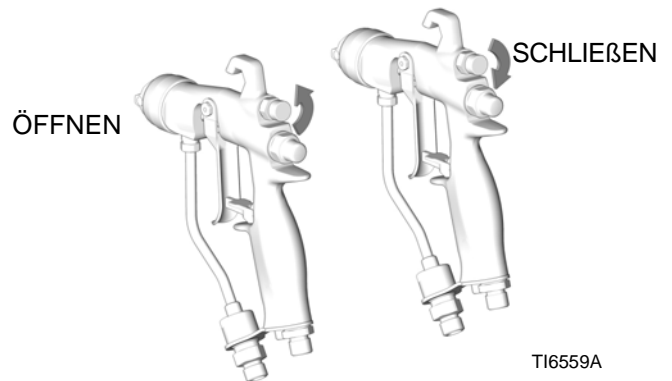

ABB. 13
4. Den Knopf bis zum Anschlag im Uhrzeigersinn hineindrehen, um die Spritzbildeinstellluft zu schließen. Siehe ABB. 13. Dadurch wird die Pistole auf das breiteste Spritzbild eingestellt.
Für ein schmaleres Spritzbild den Ventilknopf für die Spritzbildeinstellung gegen den Uhrzeigersinn (heraus) drehen. Siehe ABB. 13. Ist das Spritzbild noch nicht schmal genug, den Luftdruck zur Pistole etwas erhöhen oder eine Düse mit einer anderen Größe verwenden. (Bei Pistolen mit RAC-Düse nicht verfügbar.)